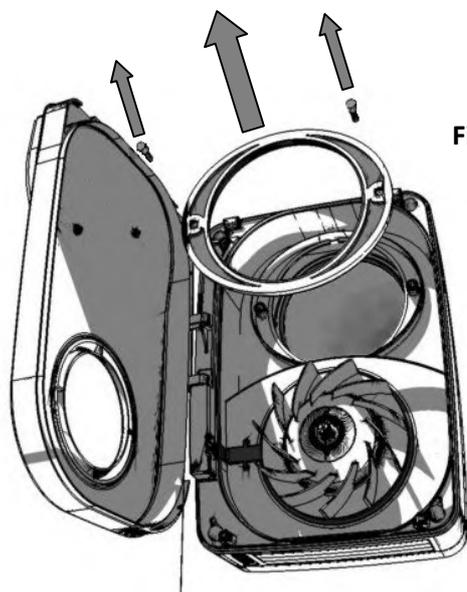
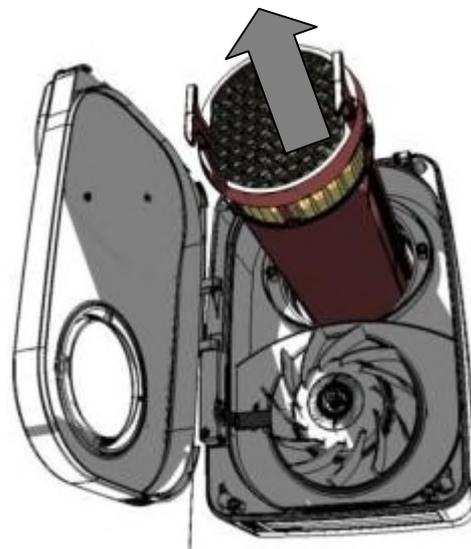

Fig.25
Fig.26
3. Rimuovere la piastra di supporto, sfilare con attenzione lo scambiatore di calore (Fig.25) (Fig.26) e lavarlo in acqua tiepida con un detergente delicato, asciugare accuratamente e rimontare.